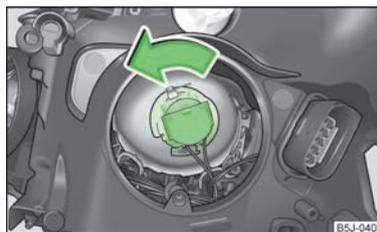

Fig. 145
- ▶ Girare il connettore con la lampadina in senso **antiorario** fino all'arresto ed estrarlo. » fig. 145